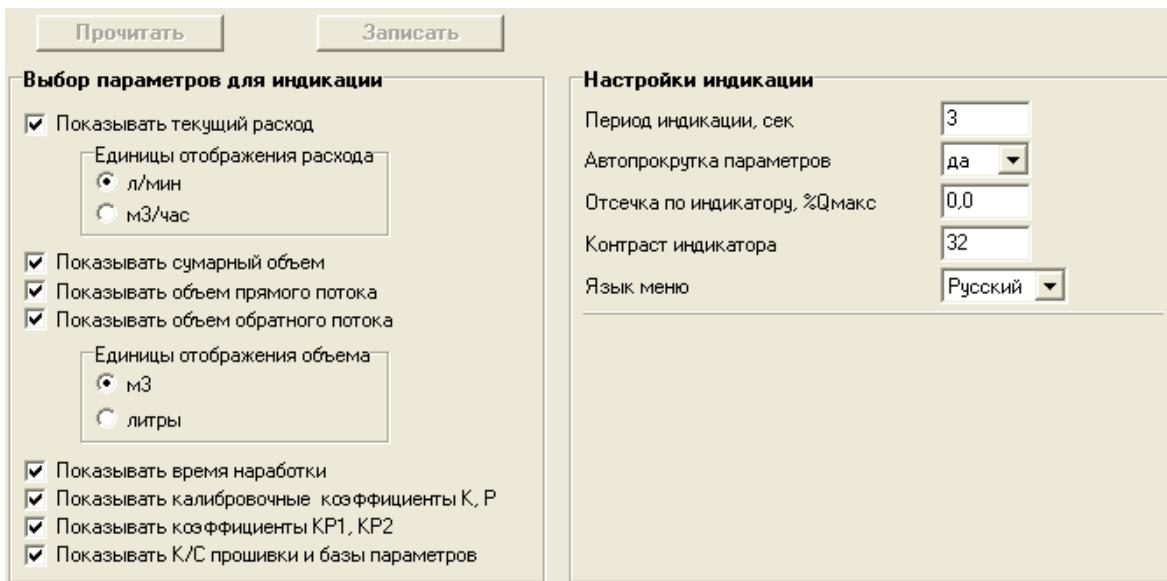

Рис.17. Настройки индикатора.
3.2.1. Настройки отображаемых параметров на дисплее расходомеров исполнения ЭРСВ-5Х0Х находятся во вкладке **Индикатор**, показанной на рис.17.